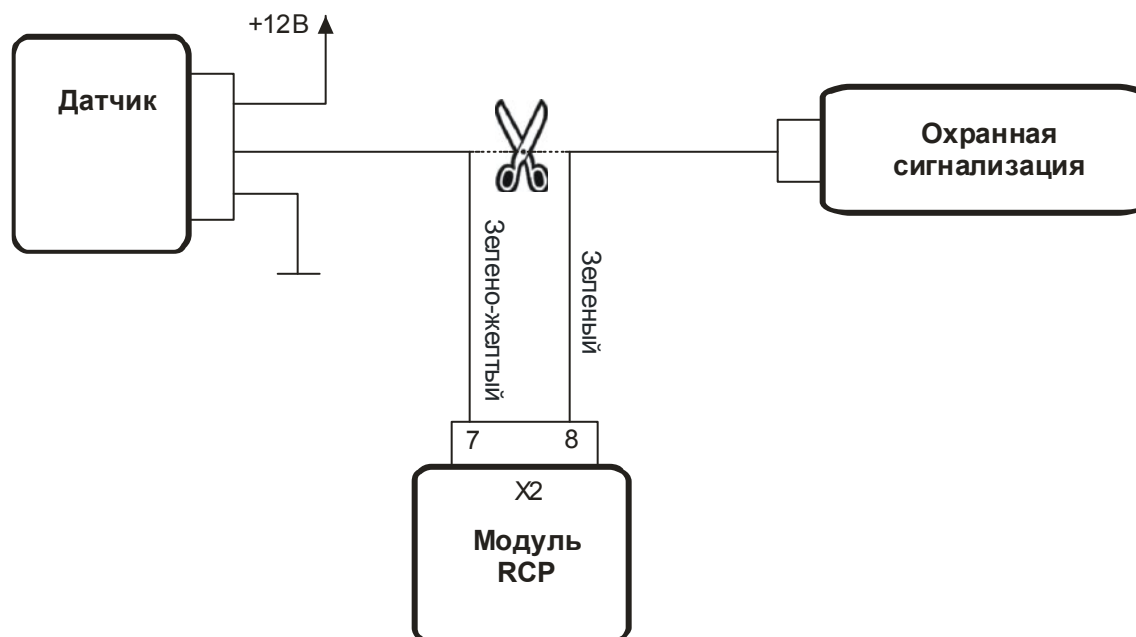

Рисунок 9
- **Отключение датчика ДС во время работы ППП (рис. 9)**